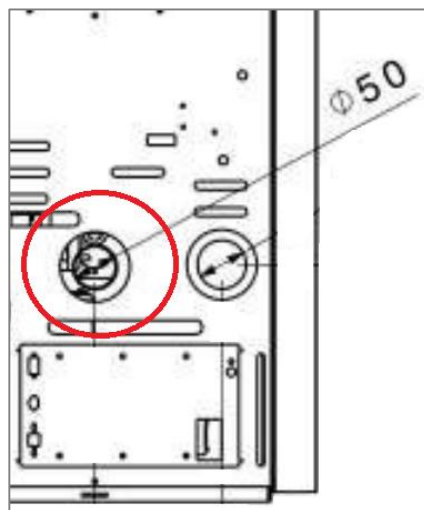

Figura 1
2. Para el caso anterior es obligatorio que el aporte de aire comburente para la estufa, este conducido desde el exterior. Puede usar manguitos de pvc (rígidos, flexibles, etc.) del mismo diámetro que la boca de la estufa (**vea figura 1**) y cuya longitud no exceda más del grosor de la pared (30 o 50 cm aprox.)